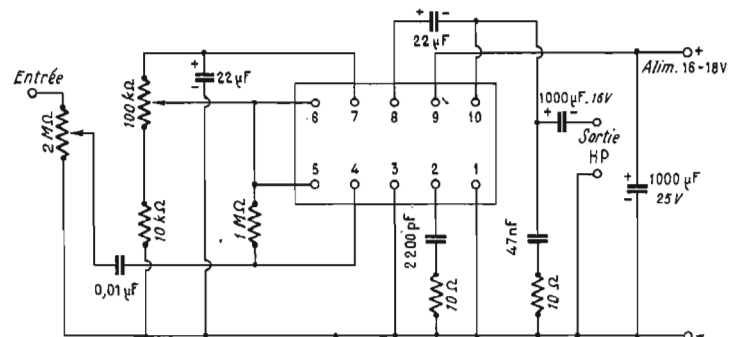

Fig. 2. — Schéma de principe de l'amplificateur « Power 3 ».
**C - Le schéma complet du module (voir Fig. 2) :**
Le schéma de principe du récepteur est celui de la figure 2. Le transistor T1 est monté en oscillateur et T2 en mélangeur. Ce dernier est suivi de deux étages amplificateurs moyenne fréquence avec commande automatique de sélection